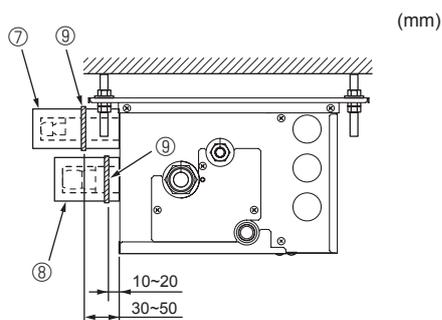

Fig. 7-4
- ⓕ Sangle ⑨
- ⓖ Cache-tuyaux ③ ④ ⑤ ⑥
► Appliquer les procédures suivantes aux composants du boîtier de dérivation qui ne sont pas raccordés à un appareil intérieur. (Fig. 7-4)
- (1) Afin d'éviter toute fuite de réfrigérant, veiller à serrer les raccords coniques conformément aux couples de serrage indiqués* dans le Tableau 3.
- (2) Afin d'éviter tout phénomène de condensation, poser les cache-tuyaux ⑦ ⑧ et les fixer à l'aide des sangles fournies ⑨.